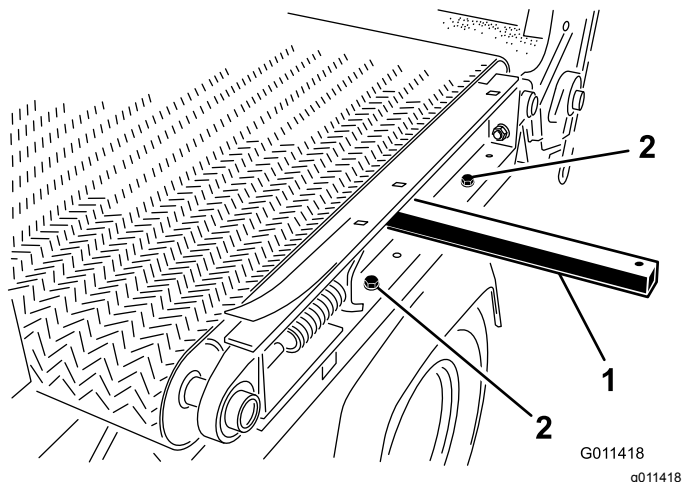

图35
7. 卸下机器左侧将滑行滚道固定至机架的 2 个平头螺丝、垫圈和螺母 图35。
- 将撬棒插入机器左侧的孔中提起撬棒倾斜滑道货斗 图35。